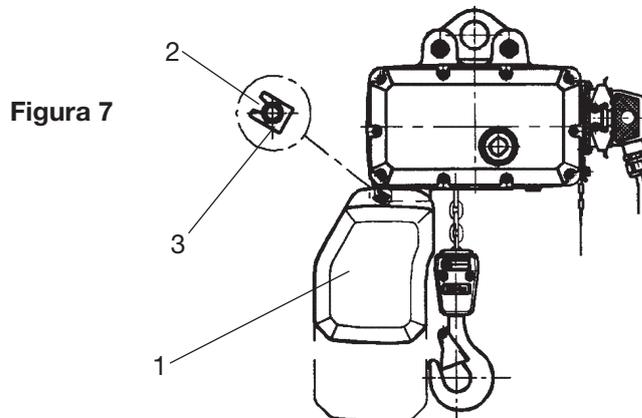

Figura 7
La bolsa recogecadena –Figura 7, Artículo 1– debe instalarse antes que se entregue el polipasto de cadena. Enrosque el pasador (2) a través de los orificios provistos en el contenedor y en la carcasa, luego asegúrelo colocando los ganchos de retención (3) en las ranuras mecanizadas en ambos extremos del pasador. Recuerde que la bolsa recogecadena debe ensamblarse correctamente pues de lo contrario podría constituir un peligro.